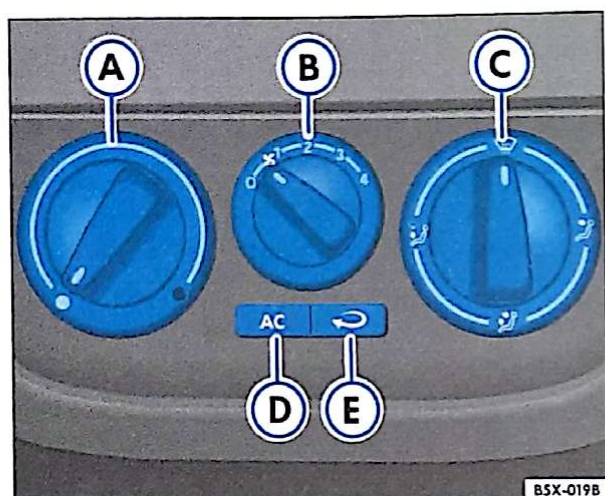

Fig. 94 Detalhe no painel: comandos do ar condicionado
- Desligue o ar condicionado pressionando a tecla ⇒ fig. 94 e desligue a recirculação do ar pressionando a tecla . Apagam-se as luzes das teclas.
- Gire o interruptor da temperatura ⇒ fig. 94 para a direita, até atingir a temperatura desejada.
- Gire o interruptor da temperatura ⇒ Página 108, fig. 94 para a esquerda, até atingir a temperatura de refrigeração desejada.
– Ligue o ar condicionado pressionando a tecla ⇒ Página 108, fig. 94 . A luz indicadora na tecla se acenderá.
- Quando o comando ⇒ Página 108, fig. 94 © estiver na posição  (para a região do tórax), terá que haver, pelo menos, um difusor aberto no painel de instrumentos, para não congelar o sistema de refrigeração.
No modo de recirculação do ar ⇒ Página 108, fig. 94  , evita-se a entrada de cheiros fortes no interior do veículo, como os que são frequentes, por exemplo, ao atravessar um túnel ou em um engarrafamento.
- Gire o interruptor (B) ⇒ Página 108, fig. 94 até a velocidade máxima 4.
- Ligue o ar condicionado, pressionando a tecla (D).
- Posicione o interruptor de distribuição do ar (C), para a região do tórax (2).
- Gire o interruptor da temperatura (A) totalmente para a esquerda.
– Feche as janelas e acione a tecla de recirculação do ar (E).